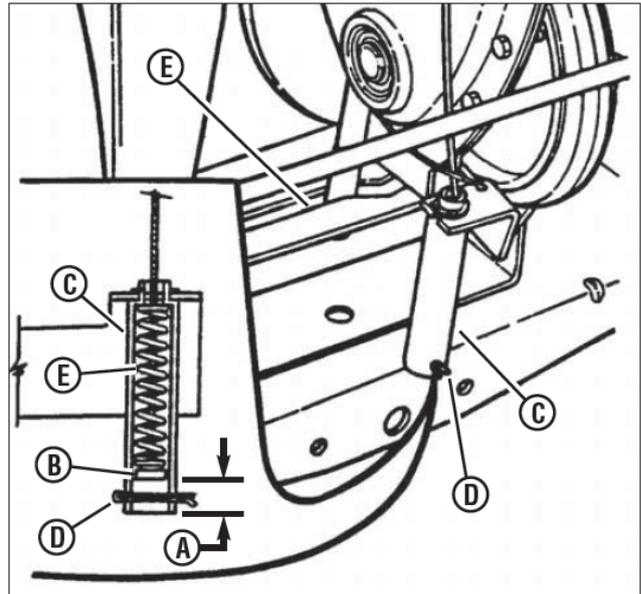

Рис. 40. Регулировка троса тормоза
5. Измерьте расстояние (А, рис. 40) между наконечником троса сцепления/тормоза (В) и основанием корпуса. Расстояние должно быть не менее 1,3 см и не более 1,9 см.
ПРИМЕЧАНИЕ: Шплинт, тормозная пружина и скоба сцепления (D, E и F, рис. 40) приведены только для общей информации.
5. Переведите рычаг переключения передач в нейтральное положение (N).
6. Рукой поверните скобу сцепления (F, рис. 40) наружу и проденьте ремень между ведущим диском и резиновым приводным диском.